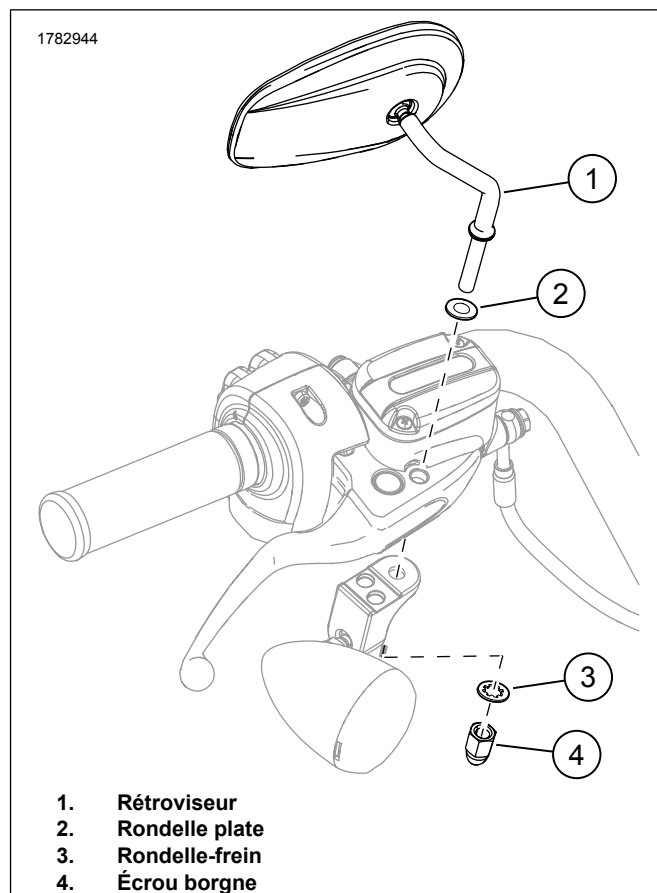

Figure 2. Ensemble rétroviseur
2. Voir la figure 2. Installer une rondelle plate (2) sur le goujon du rétroviseur.
3. **Véhicules équipés de feux de direction montés sous les boîtiers des leviers de guidon (sauf modèles XL 2004 et ultérieurs) :** fixer le rétroviseur fixe à l'aide d'une rondelle-frein (3) et d'un écrou borgne (4).
- b. Fixer le rétroviseur avec une rondelle plate (2), une rondelle-frein (3) et un écrou borgne (4).